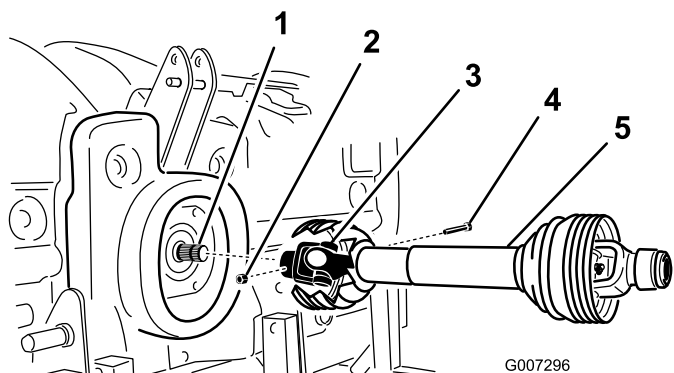

Рисунок 11
2. Подсоедините карданный вал ВОМ к первичному валу редуктора машины (Рисунок 11) с помощью болта (½ x 3,00 дюйма) и гайки (½ дюйма).